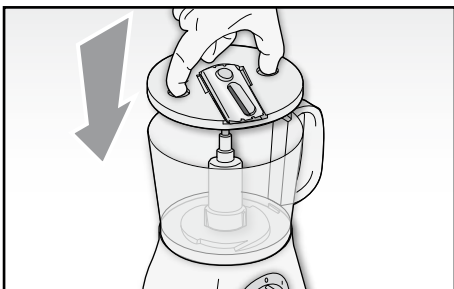

Fig. 10
- Montare il disco porta lame (I) completo sul perno motore (C), afferrandolo dagli appositi occhielli, con la lama rivolta verso l'altro (Fig. 10).
- Inserire il coperchio (O) sopra la ciotola (P) e procedere come indicato nel paragrafo “Tritare, impastare o montare”.